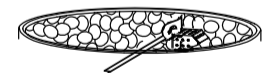

Figura 6
4. Limpie las rocas de vidrio de la pequeña área de la cubierta del encendedor (Figura 6).